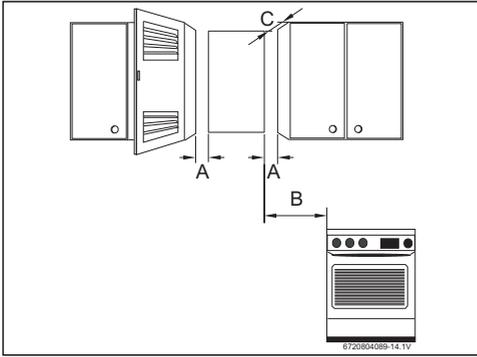

Fig. 13 Distancias mínimas
- ▶ Respetar las medidas mínimas de instalación indicadas en la Fig. 13.
- ▶ Garantizar un buen acceso para realizar los trabajos de mantenimiento respetando siempre las distancias mínimas indicadas en la Fig. 13.